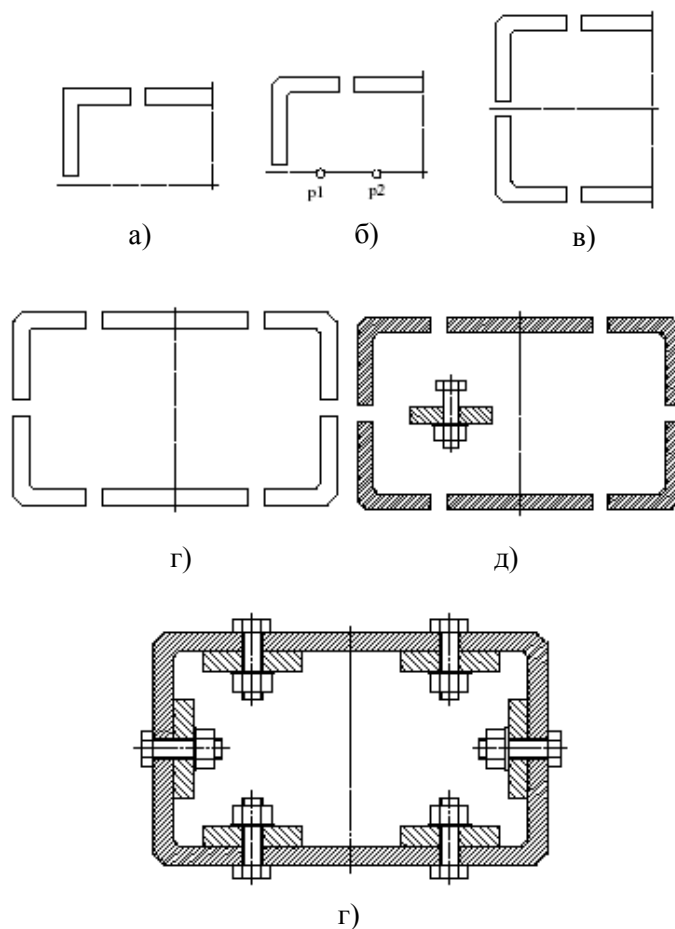

Рис. 3.12. Последовательность выполнения задания
2. Изобразить четвертую часть корпусной детали (рис. 3.12, а).
3. Выполнить изображение фаски (рис. 3.12, б). Для этого щелкнуть по кнопке  – *Фаска*. Задать на *Панели свойств* длину фаски. Выбрать отрезки, между которыми строится фаска.
4. Построить симметричные изображения четверти (рис. 3.12, в), а затем половины корпусной детали (рис. 3.12, г). Для этого щелкнуть по пиктограмме  и задать две точки, находящиеся на оси сопряжения (точки p1 и p2) (п. 3.1.5). Для отражения половины корпусной детали указать точки p3 и p4 на оси отражения.
6. Вставить из библиотеки стандартных графических объектов изображение соединения болтом (п. 3.2). В окне *Болт Гайка Шайба* задать диаметр и высоту пакета (рис. 3.12, б).
7. Изобразить пластину в разрезе с углом штриховки 135° (рис. 3.12, д).
8. Вставить изображения болтом в соответствующие места сборочного чертежа с различным углом вставки (рис. 3.12, е). Для вставки изображений соединения болтом использовать команды редактирования чертежа (п. 3.1.1 – 3):  – *Сдвиг*,  – *Поворот*,  – *Копирование*.